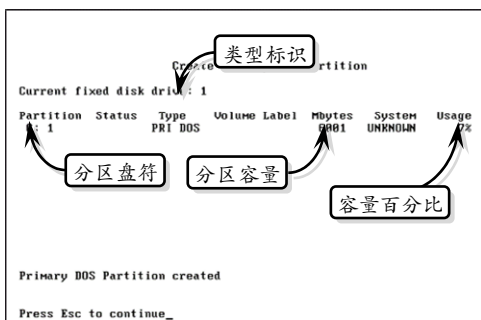

图 3-32 显示创建信息
- 6 按【回车】键确认后, FDISK 便会显示所创建 DOS 主分区的盘符、容量等各项信息, 如图 3-32 所示。使用同样的方法, 创建扩展分区和逻辑分区。